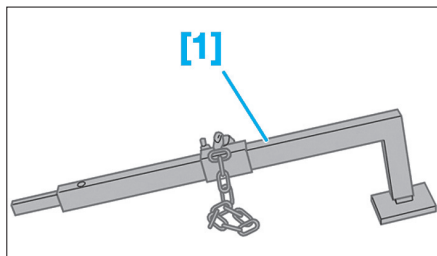

Fig. 19
- [1]. Levier de désaccouplement des rotules de pivot (Ref. 0622) (Fig.19).